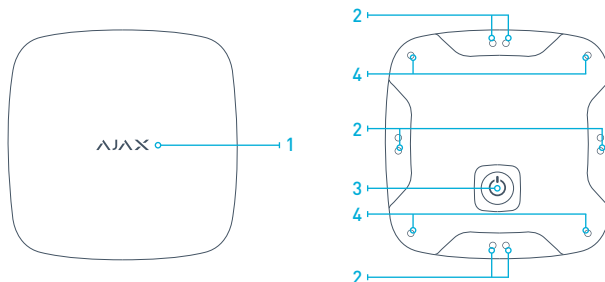
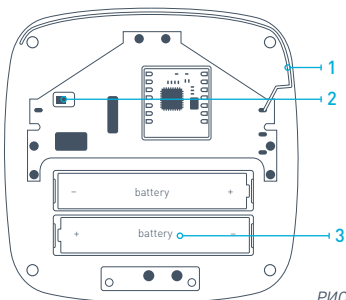

РИС. 1. Датчик затопления LeaksProtect
РИС. 2. Конструкция датчика затопления
4.1 Перед установкой датчик обязательно нужно зарегистрировать в охранной системе Ajax. Для регистрации датчика необходимо перевести приемное устройство охранной системы Ajax в режим «Добавить устройство» (как это сделать см. в руководстве к приемному устройству) и включить датчик зажатием кнопки «3» (РИС. 1) на 3 секунды. В момент включения исправный датчик должен мигнуть зеленым светодиодом. Запрос на регистрацию передается только в момент включения датчика! Если регистрация датчика в охранной системе по какой-либо причине не произошла, LeaksProtect мигает зеленым светодиодом 6 раз с периодичностью раз в секунду, после чего автоматически выключается (быстро мигая 3 раза). После чего датчик снова можно включать (датчик включается/выключается зажатием кнопки «3» на три секунды). Если LeaksProtect был удален из списка зарегистрированных в охранной системе устройств, то он аналогично мигает зеленым светодиодом 6 раз с периодичностью раз в секунду, после чего автоматически выключается, быстро мигая при этом три раза. Датчик затопления всегда работает в активном режиме, поэтому, при использовании централей других производителей, его желательно размещать в постоянно активную 24-часовую охранную зону централи.
5.1 Датчик должен быть размещен в местах вероятной протечки воды из систем водоснабжения, отопления либо канализации: на полу под ванной, под умывальником, под стиральной машиной и т.д. При попадании воды на контакты «2» [РИС. 1], размещенные на нижней стороне датчика, происходит резкое падение сопротивления между ними и датчик передает на приемное устройство сигнал тревоги. Для активации тревоги достаточно детекции воды (жидкости) хотя бы на одной паре контактов. Рекомендуется проверить функционирование датчика в предполагаемом месте установки!
5.3 Небольшой датчик затопления жестко не фиксируется в месте установки, поэтому его можно случайно сдвинуть, зацепив его. В результате смещения может быть нарушена связь с приемным устройством или датчик будет удален от места возможной протечки. Это не позволит датчику выполнять свои функции. Чтобы избежать смещения датчика, он оборудован сенсором смещения (акселерометром). При любых попытках изменить положение датчика встроенный сенсор смещения срабатывает, при этом на датчике включается зеленый светодиод на 1 с, и на приемное устройство передается сообщение о смене местоположения – это позволяет своевременно вернуть датчик затопления на место постоянной установки. Кроме того, в датчике предусмотрена защита от вскрытия тамперной кнопкой «2» [РИС.2], благодаря которой датчик отправляет сигнал на централь про открытие корпуса или неплотное его закрытие, при этом датчик включает зеленый светодиод на 1 с.
6.3 Своевременно заменяйте батареи питания на новые. При разряде батарей датчик передает соответствующий сигнал на центральный блок сигнализации. При разряженной батарее датчик загорается и плавно гасит зеленый светодиод каждый час и при любой сработке. Для замены батарей открутите четыре самореза «4» [РИС. 1] по углам корпуса и снимите верхнюю крышку датчика. Замените батареи «3» [РИС.2] на новые, типа AAA, соблюдая полярность.